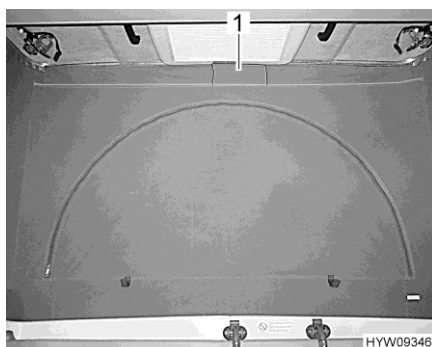

Fig. 33 Aération (fermée)
- Détacher la bande velcro du pan d'étoffe (Fig. 33,1) sous le toit relevable. Un grillage de protection contre les insectes est installé derrière le pan d'étoffe.